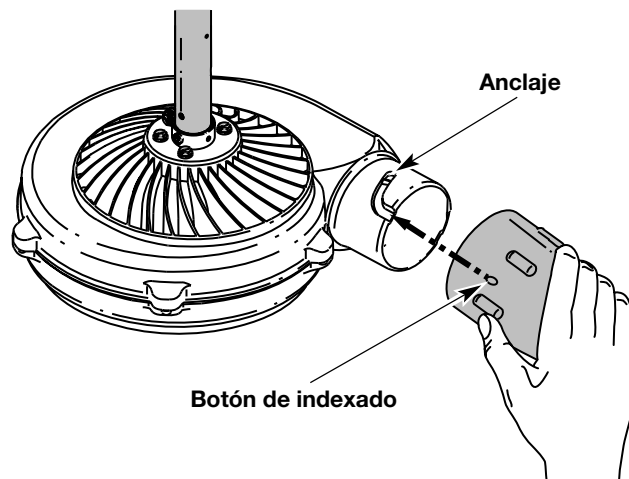

Fig. 6
1. Alinee el botón de indexado dentro de la boquilla con el anclaje de la cubierta (Fig. 6).